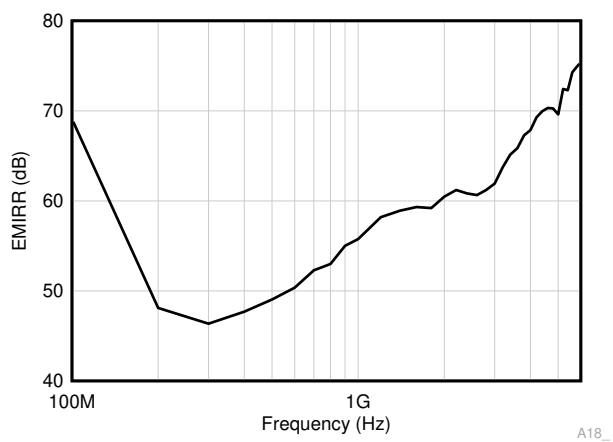

图 7-4. EMIRR 测试
OPAx323 使用集成电磁干扰 (EMI) 滤波来降低干扰源 (如无线通信设备 (射频干扰 (RFI)) 以及混合使用模拟信号链和数字组件的高密度电路板) 产生的 EMI。通过电路设计技术可改进 EMI 抗扰度; OPAx323 受益于这些设计改进措施。德州仪器 (TI) 已具备在 10MHz 至 6GHz 宽频谱范围内准确测量和量化运算放大器抗扰度的能力。图 7-4 展示了在 OPAx323 上执行此测试的结果。表 7-1 展示了 OPAx323 在实际应用中通常会遇到的特定频率下的 EMIRR IN+ 值。运算放大器的 EMI 抑制比应用手册详细介绍了与运算放大器相关的 EMIRR 性能主题。